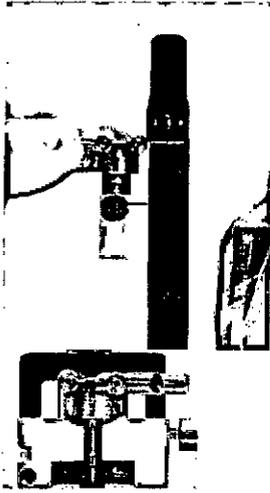

Figura 58
2. Asegúrese de que los tornillos del transportador de matriz estén apretados manualmente en parte para que solamente tengan que girarse una pequeña fracción (45° a 90° de vuelta) para asegurar los tubos en su lugar. Inserte el transportador de bloqueo en matriz, asegurándose de que la marca esté alineada con el tornillo de bloqueo y la ranura esté alineada con la apertura de la plataforma de colocación del posicionador. (Ver Figura 58)